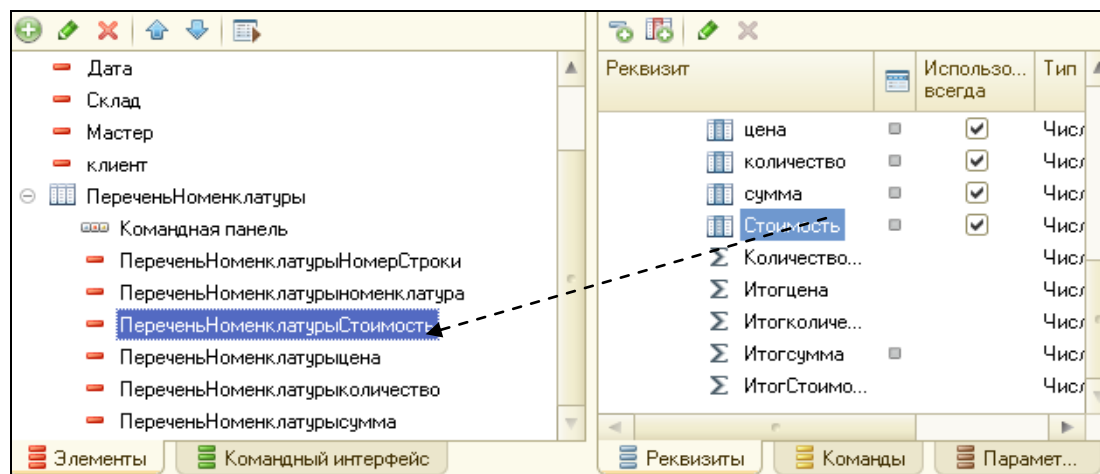

Рисунок 3.29 Настройка реквизита Стоимость
1. Поставить его в списке после реквизита **Номенклатура**. Для этого использовать кнопки в виде жирных стрелок (рис.3.29).
3. В правой верхней части, в группе **Объект** выбрать реквизит **ПереченьНоменклатурыСтоимость** и перетащить его при помощи мыши в список реквизитов (рис.3.29).